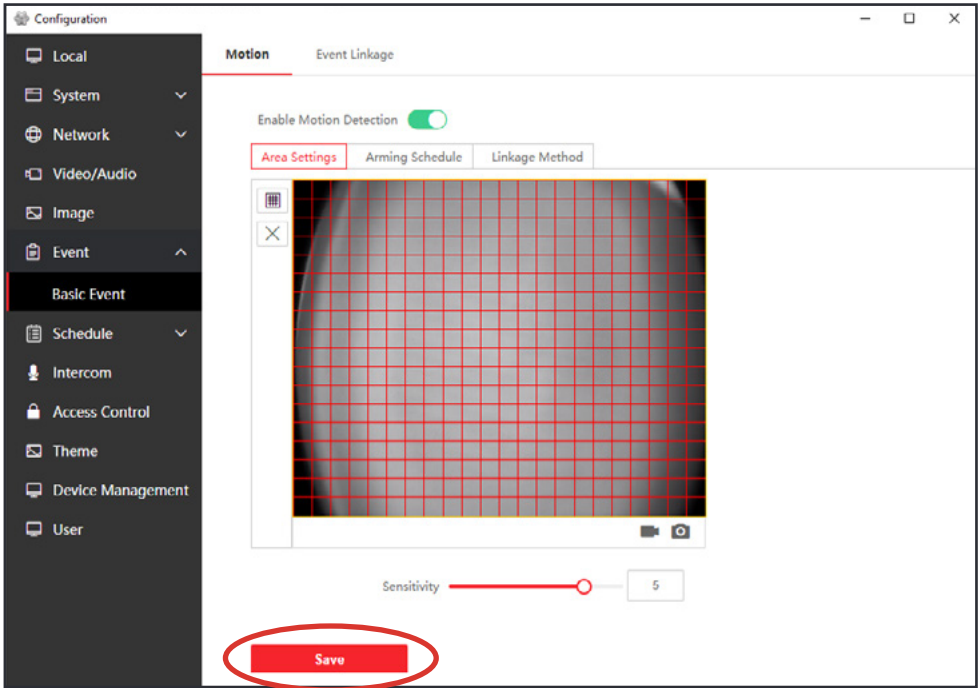
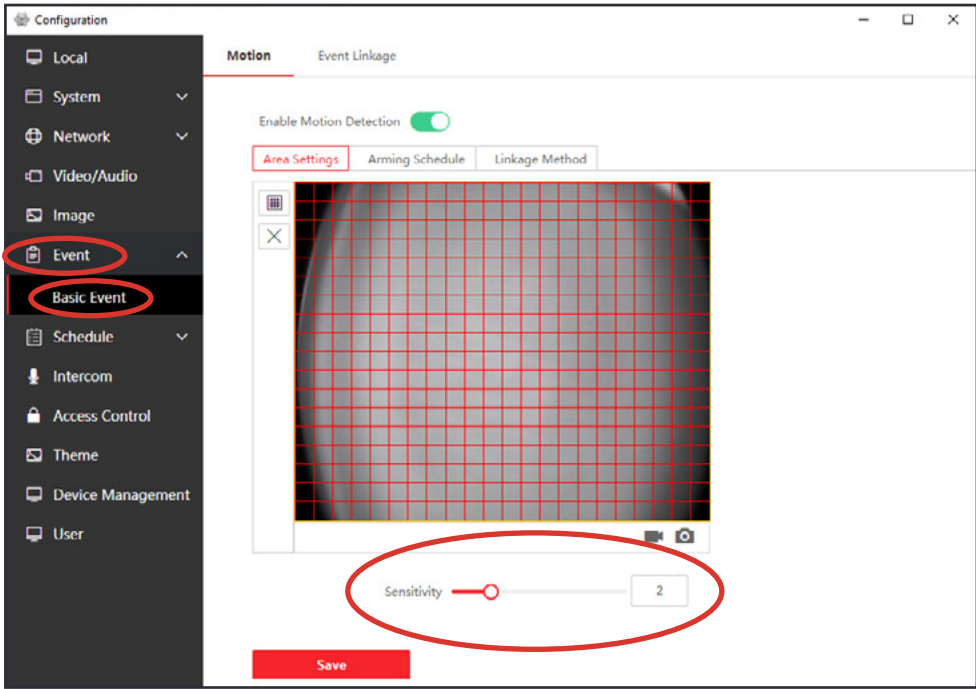

Abb.18
Abb.17
2. Klicken Sie anschließend auf den Reiter „Event“ → „Basic Event“ (Abb.17). Hier haben Sie die Möglichkeit, die Sensibilität der „Motion Detection“ einzustellen. Im Auslieferungszustand ist die „Sensitivity“ auf „2“ eingestellt. Sie können diese in ihrer Sensibilität von 1 – 6 über den Schieberegler einstellen. Klicken Sie nach einer Einstellung bitte auf „Save“ (Abb.18).